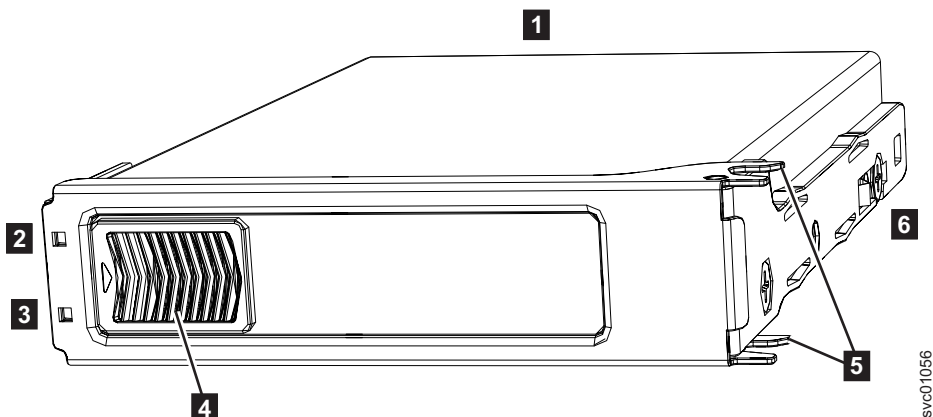

Рисунок 81. Накопитель
Корпус расширения 2145-92F поддерживает 92 накопителя. На рис. 81 показан пример накопителя.
**Примечание:** Если накопитель неисправен, то горит желтый индикатор сбоя (**3** на рис. 81). Замена накопителя требуется только в том случае, если индикатор сбоя включен или в соответствии с инструкциями из процедуры ремонта.